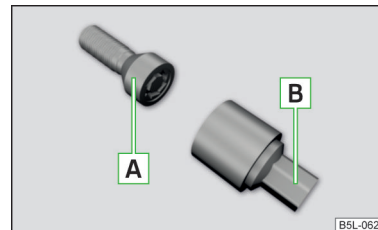

Abb. 347
Die Anti-Diebstahl-Radschrauben schützen die Räder vor einem Diebstahl. Diese lassen sich ausschließlich mit dem Aufsatzstück **B** » Abb. 347 lösen/festziehen.
- › Den Radschlüssel bis zum Anschlag auf die Radschraube stecken. Für die Anti-Diebstahl-Radschrauben das zugehörige Aufsatzstück verwenden » Abb. 347 auf Seite 315.